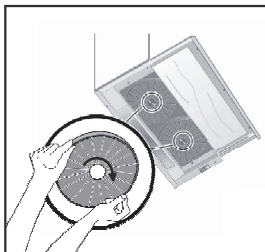

Fig. 6 : **FILTRE À CHARBON AF 100**
3. Placez le filtre à charbon dans son logement. Fig. 6
4. La rotation du filtre à charbon dans le sens des aiguilles d'une montre, assurez-vous qu'il s'adapte parfaitement. Fig. 6